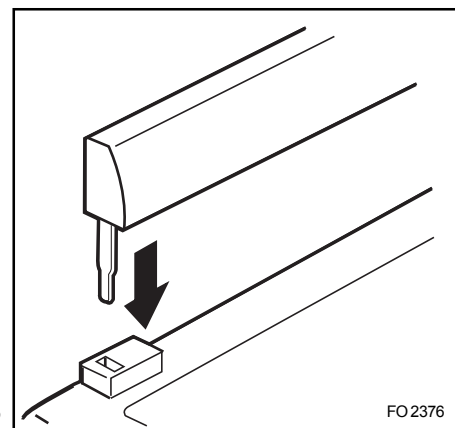

Рис. 13
2. Вставьте два штыря защитного щитка в соответствующие отверстия на заднем краю варочной поверхности вашей плиты (рис. 13).